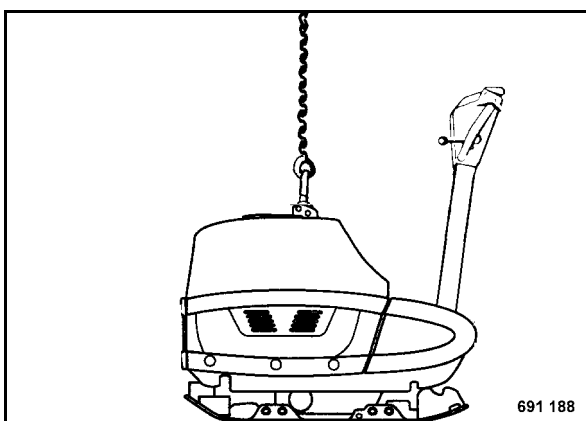

рис. 33
- Для осуществления погрузки виброплиты (рис. 33) подвешивать грузоподъемное устройство (трос) к подъемной скобе.